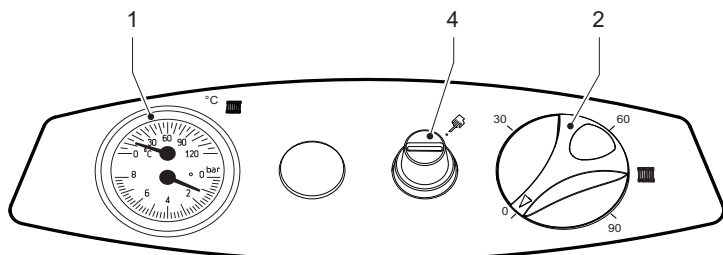

рис. 1 - Панель управления
- Поместите термостат регулировки котла (поз. 2 - рис. 1) на минимальное значение.
- Поместите термостат регулировки котла (поз. 2 - рис. 1) на требуемое температурное значение (не менее 50°).
Если повернуть рукоятку 2 на рис. 1 по часовой стрелке, температура воды в системе отопления повышается, и наоборот. Температуру воды в системе отопления можно регулировать в пределах от 30° до 90°. Однако не рекомендуется эксплуатировать котел при температуре ниже 45°.
Задайте с помощью комнатного термостата нужную температуру внутри помещения. При поступлении команды от комнатного термостата котел включается, обеспечивая нагревание воды в системе отопления до температуры, заданной регулирующим термостатом 2 на рис. 1. При достижении в помещении желаемой температуры котел выключается.
Давление напора при заполнении холодного контура, считанное гидрометром котла (поз. 1 - рис. 1), должно составлять приблизительно 1,0 бар. Если во время работы давление воды в системе упало (из-за испарения растворенных в воде газов) до величины ниже вышеуказанного минимума, пользователь должен открыть кран подачи воды (в поставку не входит) и довести давление до первоначального значения. По окончании операции всегда закрывайте кран подачи воды.
Открутите крышку термостата дымовых газов (поз. 4 - рис. 1) и нажмите на кнопку под ним. В случае повторяющихся блокировок котла обратитесь в ближайший сервисный центр